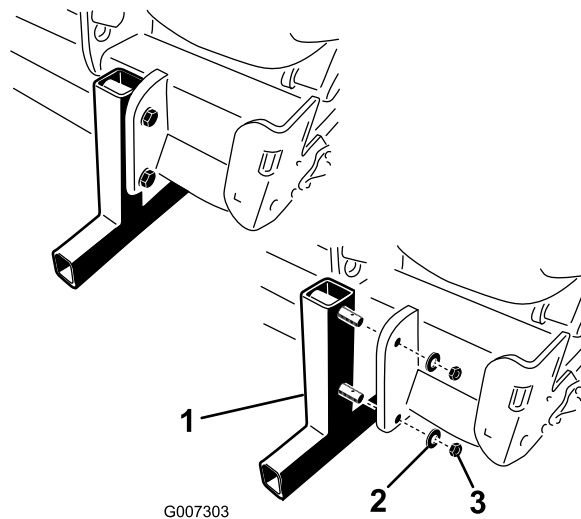

Figura 19
- Insira os pinos de sujeição (incluídos nas peças soltas) nos pinos do suporte para armazenamento (Figura 19).
- Retire as porcas e as anilhas de bloqueio que fixam os suportes de armazenamento ao arejador (Figura 19).